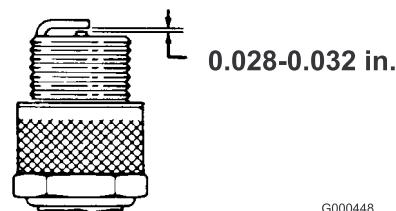

図 25
3. エア・ギャップを0.7~0.8 mmに調整する (図 25)。点火プラグをエンジンに取りつけて、23 N.m (2.35 kg.m) にトルク締めする。